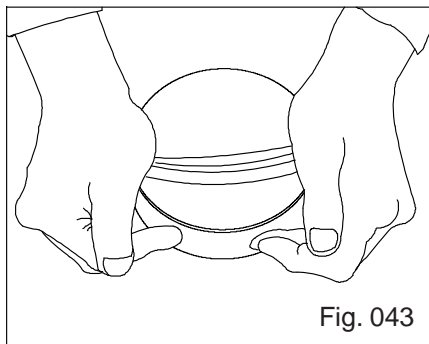

Fig. 043
a) Lubrificar levemente as bordas e alojamento do êmbolo e colocar a graxeta. Para esta montagem, veja a Fig. 043.